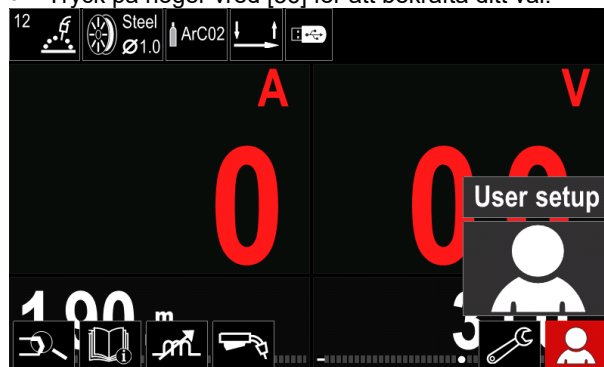

Bild 11.
- Åtkomst till användarinställningarna (se bild 11).